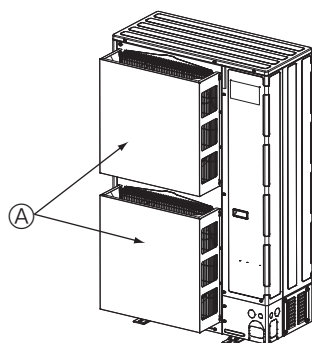

Fig. 2-17
- ② Installez un guide de protection d'air si l'appareil est installé à un endroit où des vents violents, en cas de typhon par exemple, risquent de souffler directement dans la sortie d'air. (Fig. 2-17)